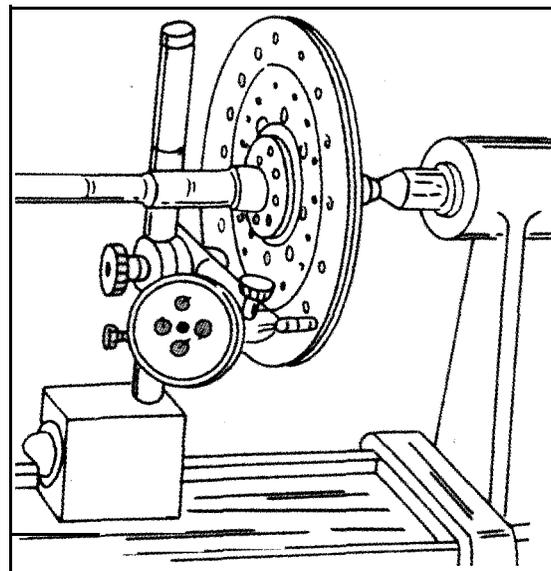

Bild 247
- Um Mitnehmerscheibe auf Schlag zu kontrollieren, spannt man sie auf einem passenden Dom oder einer Kupplungswelle zwischen die Spitzen einer Drehbank. Eine Messuhr mit einem geeigneten Halter neben der Scheibe so aufsetzen, dass der Messfinger gegen den Rand der Scheibe anliegt und zwar an der Aussenkante der Scheibe (Bild 247). Die Scheibe langsam durchdrehen und die Anzeige der Messuhr